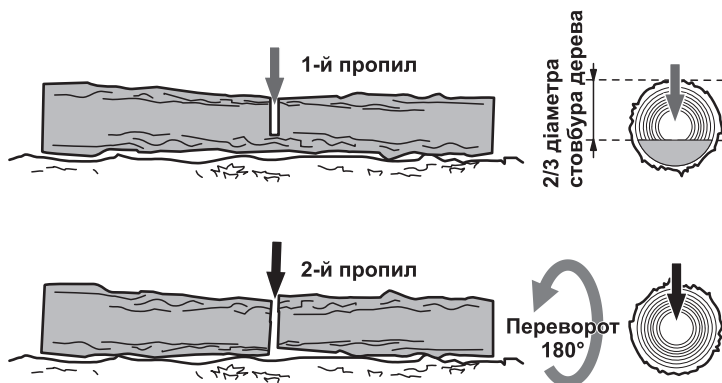

Рисунок 10. Схема розпилювання колоди без підкладання опор.
5.2.5.1 Розпилювання колоди на ґрунті (рис. 10).
2. Повільно розпиляти колоду до 2/3 її діаметра (1, рис. 10).
3. Перевернути колоду та розпиляти її з протилежного боку (2, рис. 10).
1. Підготувати надійні опори на ґрунті та зафіксувати на них колоду від руху в положенні аналогічному до рис. 10.